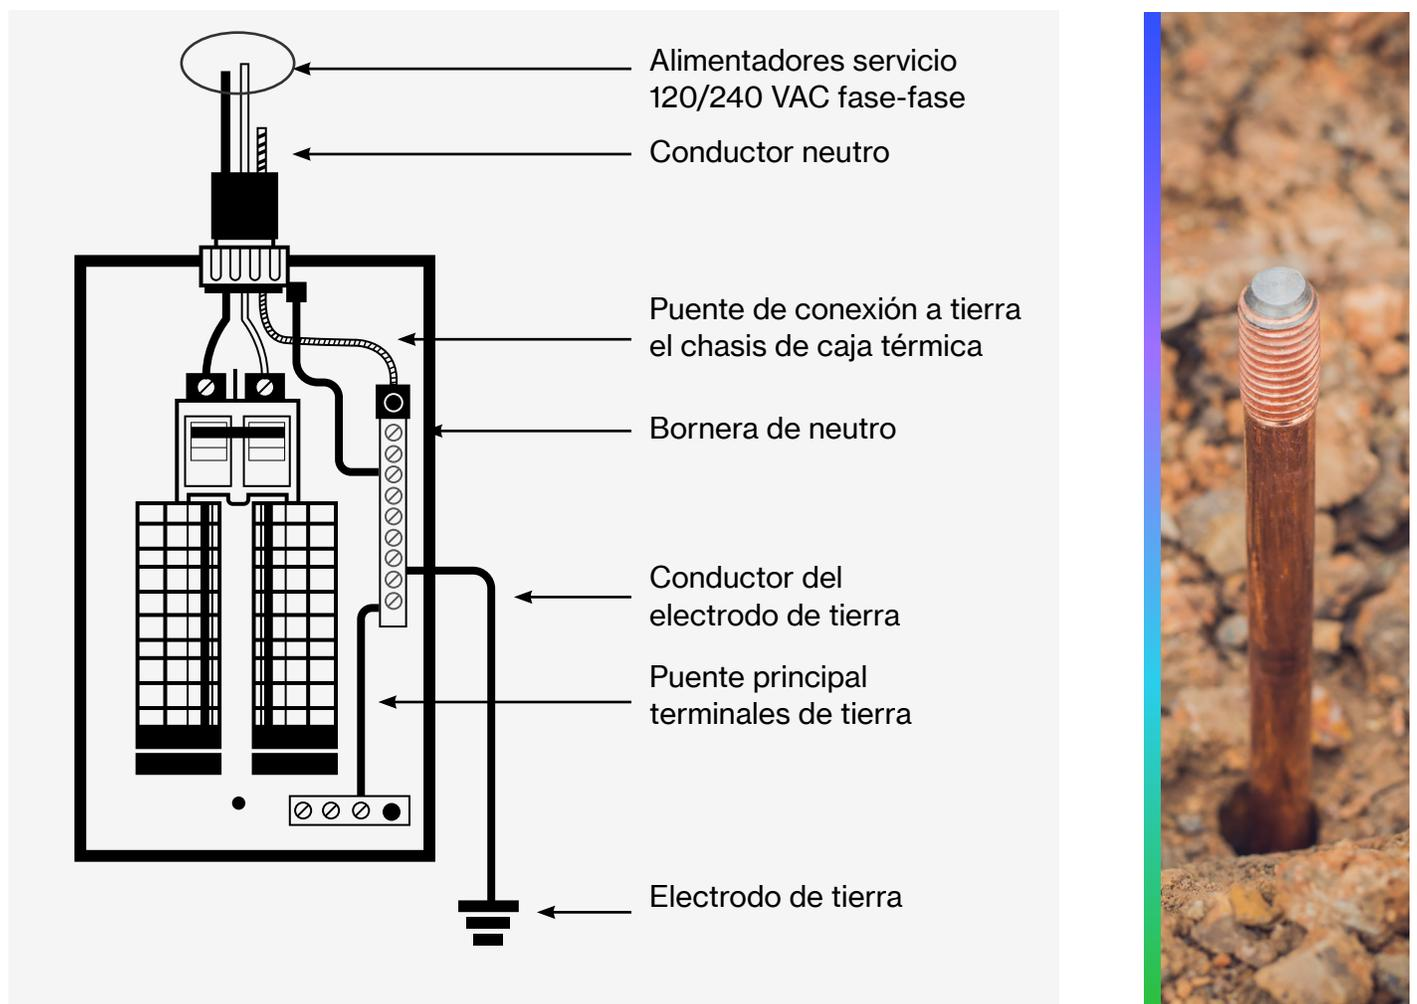

Figura 7.1. Conexión a tierra, instalación interior por medio de electrodo tipo barra *Copperweld* de 5/8 pulgadas por 5 pies.
- El neutro de la instalación eléctrica interna debe conectarse sólidamente a tierra en el tablero principal de distribución de cargas, por medio de un conductor color verde de calibre 8 AWG (como mínimo) y un electrodo de 5/8 pulgadas de diámetro por 5 pies de longitud (Acuerdo 93-E-2008, artículo 126), tipo barra *Copperweld*, como se describe en la figura 7.1.